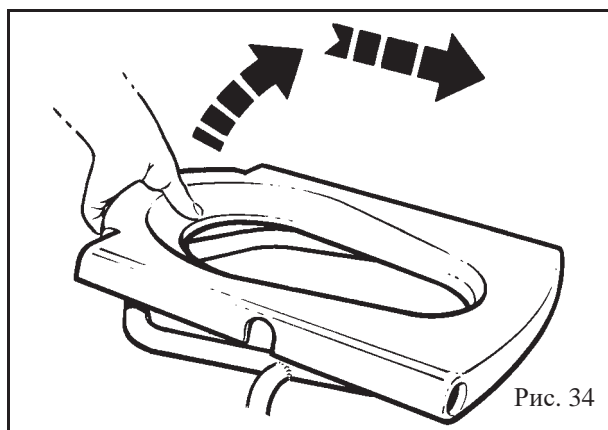

Рис. 34
2. Продвиньте сиденье немного вперед, пока оно не освободится от трубок рамы, и поднимите его (см. рис. 34).